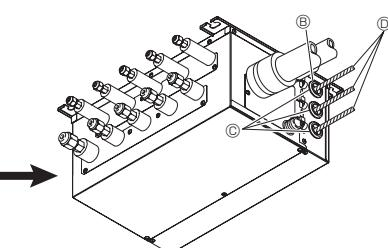

Fig. 9-2
3. Kabloyu şube kutusunun içine geçirin. (Fig. 9-2)
7. Şube kutusu dışarı monte edildiğinde, yağmur suyunun girmesini önlemek için kablo girişlerinin maculuna kapatıldığından emin olun. (Fig. 9-2)